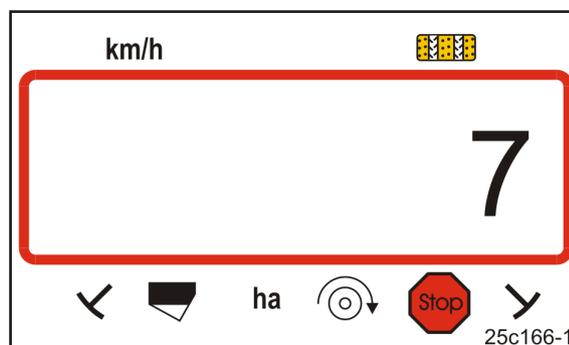

Fig. 18
- Anzeige: gespeicherter Fahrgassenrhythmus, z.B. 7 (Fig. 18).